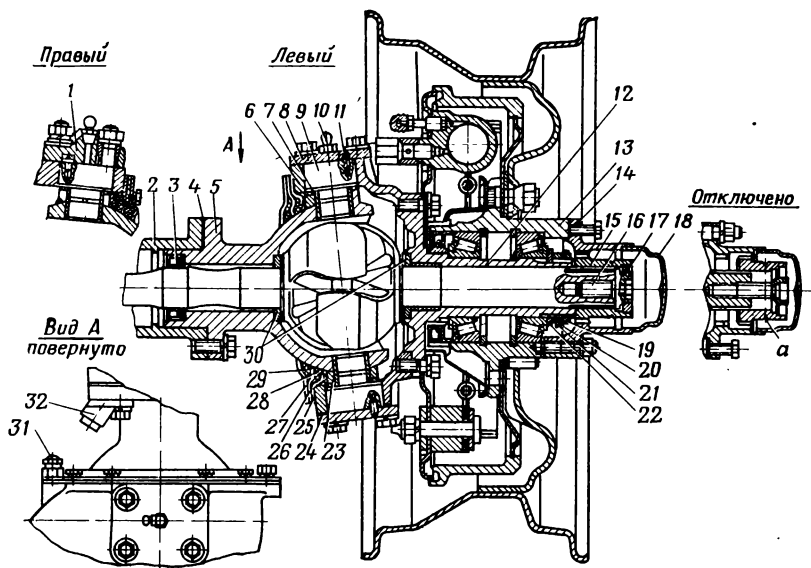

Рис. 39. Поворотный кулак:
Устройство поворотного кулака в сборе показано на рис. 39. К кожуху полуоси пятью болтами привернута шаровая опора с запрессованными в нее втулками шкворней. На шаровой опоре посредством двух шкворней установлен корпус поворотного кулака и тормозной щит.
В конструкции переднего ведущего моста предусмотрено отключение колес. Для этого на шлицевом конце кулака установлена муфта 15 (рис. 39), которая находится в зацеплении с ведущим фланцем ступицы колеса.
Для отключения колес необходимо снять защитный колпак 18 и, вывертывая болт 16 из кулака, вывести муфту из зацепления с ведущим фланцем. Чтобы обеспечить необходимые зазоры между торцами зубьев муфты и ведущего фланца и между торцом муфты и защитным колпаком, муфта выдвигается до совпадения сигнальной канавки на поверхности муфты с торцом ведущего фланца, как это показано на рис. 39. От самопроизвольного вращения болт стопорится шариком с пружиной 17.
2. Снять фланец ступицы переднего колеса (рис. 39), для заднего колеса вынуть полуось (рис. 40).